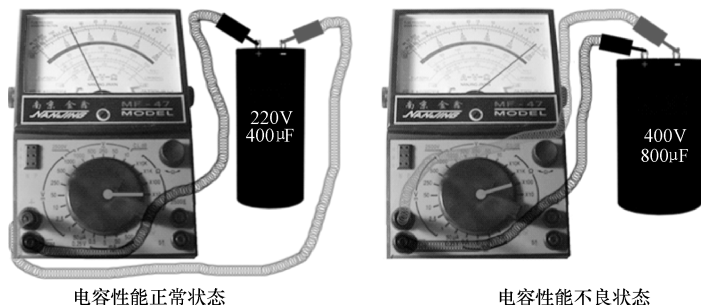

图 2-5 检测电解电容的性能方法图
2) 检测电解电容的性能。检测方法如图 2-5 所示,将黑表笔与电容的正极相接,红表笔与电容的负极相接。若指针迅速向右摆动,并缓慢返回至某阻值位置不动,则此时指针所指示的电阻值越大表示电容的漏电电流越小,性能正常;若指针指示为零或摆动不大,则说明该电容性能不良,有可能内部已断路或电解质已干涸而失去容量。